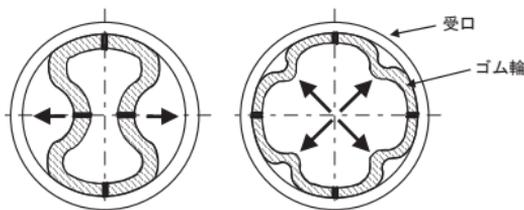

図4 ゴム輪の装着方法
- (1) ゴム輪の装着は表示マーク（呼び径、管種など）、表裏、方向を確認し、図4の方法で行う。